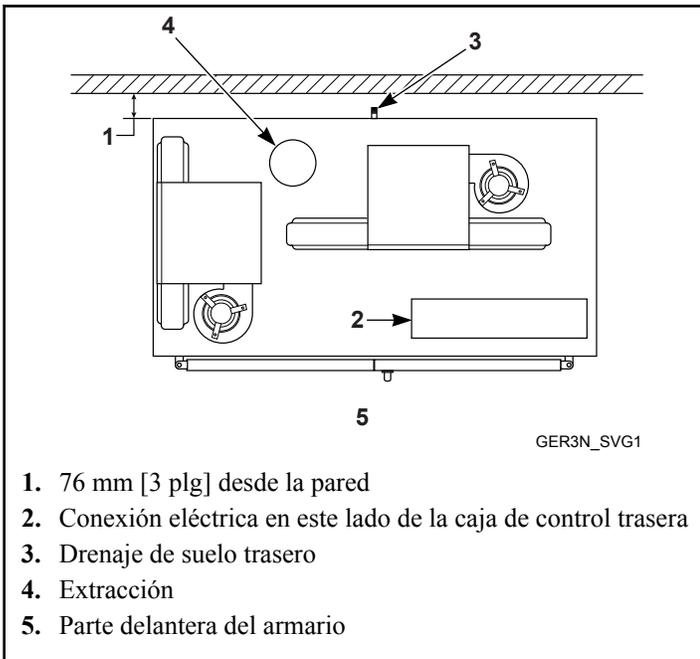

Figura 3
6. El panel posterior de la máquina debe estar a una distancia mínima de 76 mm [3 plg] de la pared. Consulte la *Figura 3*.